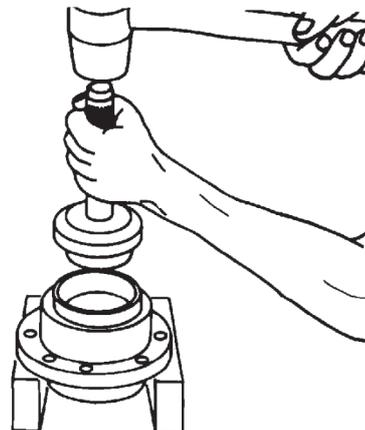

Figura 48
A. Monte as novas capas dos rolamentos (traseiro e dianteiro), utilizando ferramentas adequadas ou uma prensa. (Figura 48);